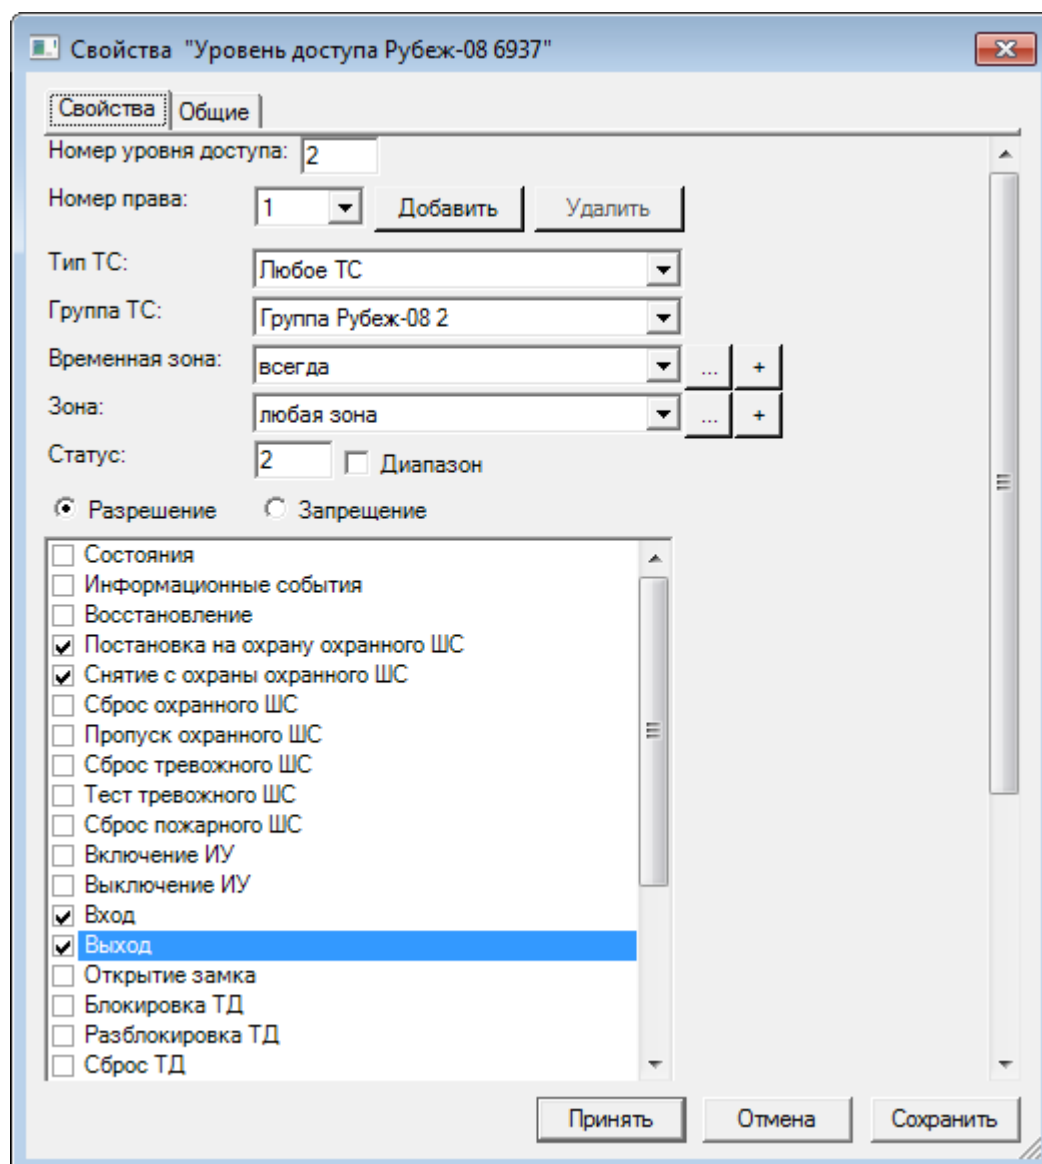

Рисунок 28 — Свойства Уровня доступа Рубеж-08
3. На вкладке **Свойства** свойств элемента (рисунок 28) в поле **Номер уровня доступа** введите уникальный номер уровня (от 1 до 255).